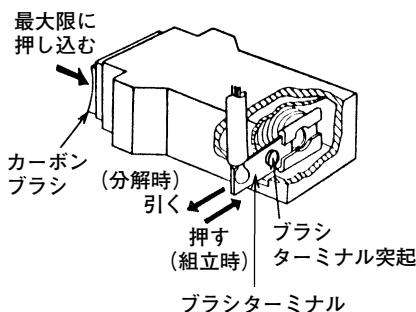
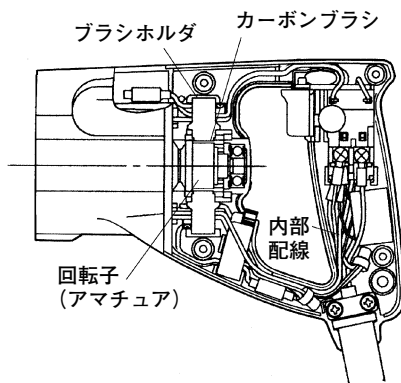

図 13
図 14
- (1) カーボンブラシをブラシホルダの中に入れ、最大限に押し込んだ状態で図 13 のようにブラシターミナルを挿入します。
- (2) カーボンブラシを押さえながらブラシホルダをハウジングに挿入します。
- (3) 内部配線類が図 14 のように正規の位置にあること、また内部配線類が回転子(アマチュア)に接触する危険がないことを十分確認してください。
- (4) 内部配線類がハウジングとの間にかみ込まれないよう十分注意してハンドルカバーをかぶせ、小ねじを締付けてください。